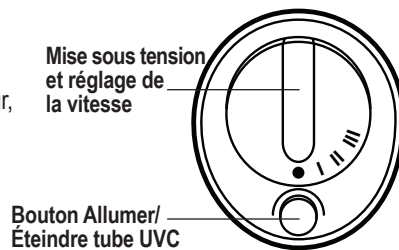

Figure 2
3. Sélectionnez l'activation ou la désactivation des rayons UVC à l'aide du bouton Allumer/Éteindre tube UVC (Figure 2)..